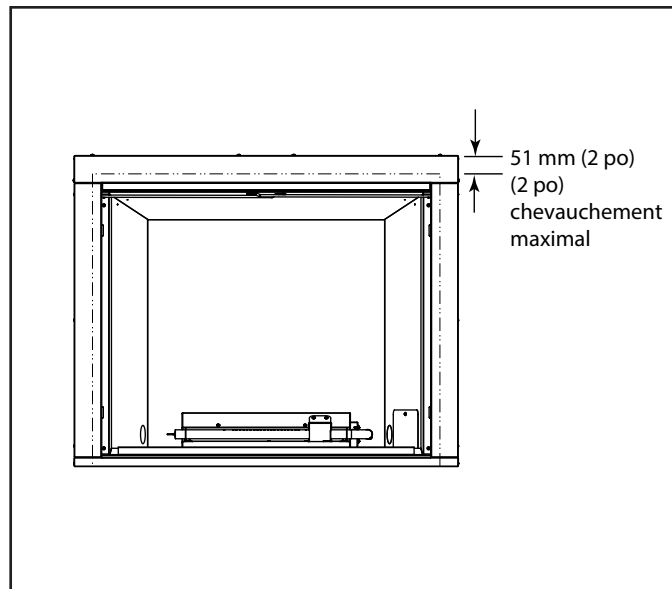

Figure 3.5 Chevauchement de membrane
Une membrane d'étanchéité peut être superposée et fixée à l'aide de ruban adhésif sur la face avant de l'appareil, sur une largeur maximale de 5 cm (2 po) sur les côtés et sur le dessus. Voir la figure 3.5.
Méthode acceptable d'application du matériau de la membrane d'étanchéité illustrée. Voir les figures 3.5, 3.6 et 3.7.
- Pour plus d'informations sur la construction des murs et des cloisons nécessaire en vue d'empêcher l'humidité de pénétrer dans la structure, voir la section 3 et les figures 3.2 et 3.3. L'appareil évacuera une quantité limitée d'eau, mais n'est pas résistant à l'eau. Voir les figures 3.5, 3.6 et 3.7.